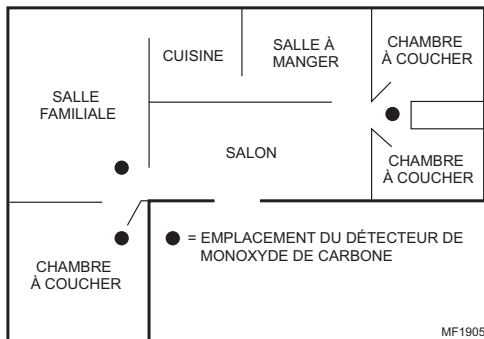

Fig. 1. Emplacements des détecteurs de CO dans une maison à un seul étage.
- Voir la Fig. 1 pour l'emplacement des détecteurs de CO dans une maison à un étage.